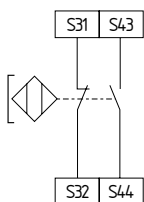

Abb. 14
8.3.3 Sensorkonfiguration - Zweikanalige Ansteuerung von Sicherheits-Magnetschaltern nach EN 60947-5-3 (siehe Abb. 14)